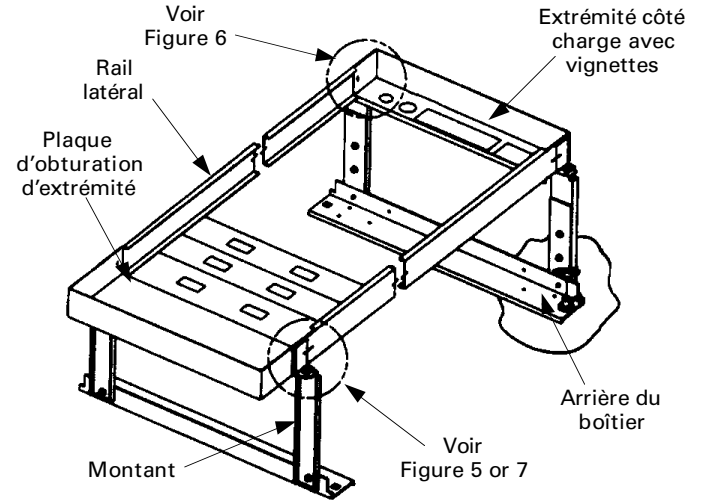

Figure 3. Assemblage en pièces détachées de l'écran isolant.
1. Pour faciliter l'installation, il faut retirer les plaques d'obturation et, le cas échéant, l'assemblage de l'écran isolant. Lors du retrait de ce dernier, n'enlever que les rails latéraux et la plaque d'obturation du côté ligne. Laisser en place les montants et plaque d'obturation du côté charge attachés (se référer à la figure 3). Suivre les instructions pour retirer chacun des appareils et les mettre de côté.